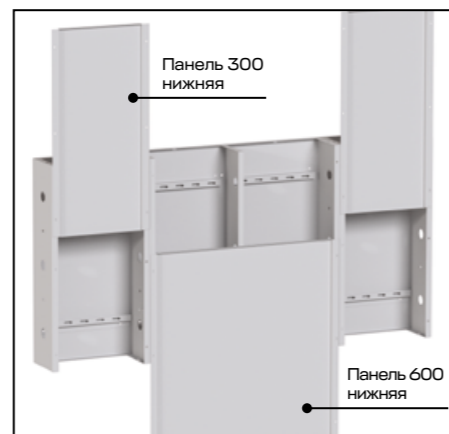

Рис. 55
2.2. Вывернуть 18 винтов М4×16, снять 2 шт. - панель 300 нижняя [8] и панель 600 нижняя [9], как показано на рис. 55.